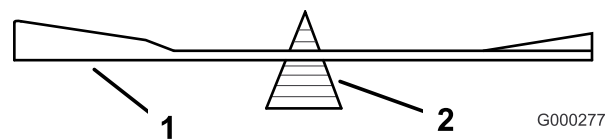
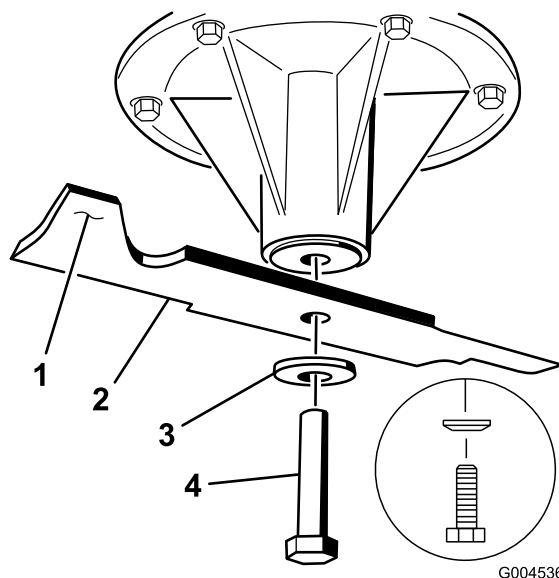

Figure 93
Figure 94
2. Vérifiez l'équilibre de la lame en la plaçant sur un équilibreur (Figure 93). Si la lame reste horizontale, elle est équilibrée et peut être utilisée. Si la lame est déséquilibrée, limez un peu l'extrémité de la partie relevée seulement (Figure 94). Répétez la procédure jusqu'à ce que la lame soit équilibrée.
1. Placez la lame sur l'axe (Figure 94).
2. Installez la rondelle élastique et le boulon de la lame. Le cône de la rondelle élastique doit être dirigé vers la tête du boulon (Figure 94). Serrez les boulons des lames à un couple de 115 à 150 Nm.